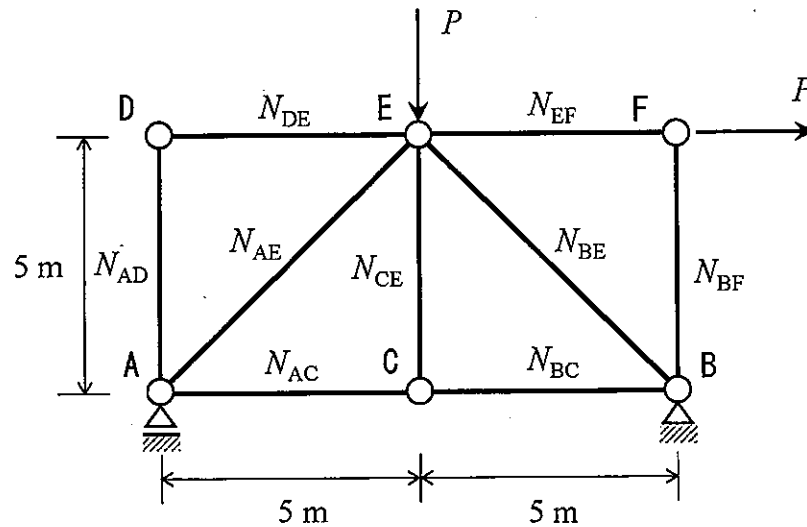

Fig. S-2
2. 図 S-2 に示す集中荷重を受けるトラス構造について次の問い 1)~4) に答えよ。ただし、各部材の曲げ剛性は  $EI$  であるとする。
Answer the following questions 1) to 4) about a truss structure subjected to concentrated loads shown in Fig. S-2. The bending stiffness of each member is  $EI$ .